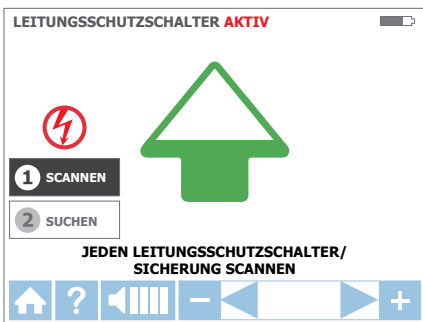

Abbildung 3.3c: SCANNEN-Modus
1. Das Gerät startet automatisch im **1 SCANNEN**-Modus (Abbildung 3.3c).